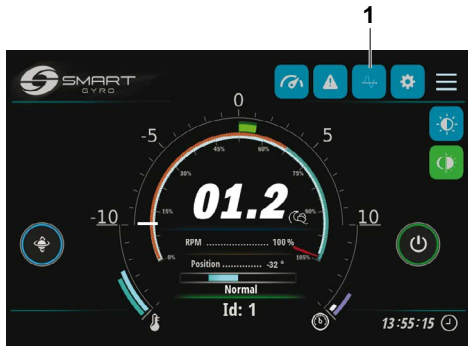

Bild 25
- genom att trycka ner rullningsikonen (bild 25, (1))